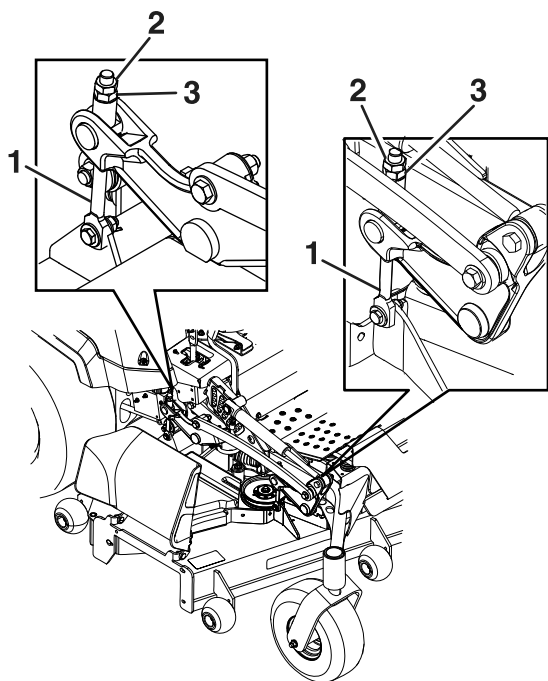

Figura 85
9. Gire la tuerca de ajuste del conjunto de elevación de la carcasa delantera para modificar la altura (**Figura 85**).